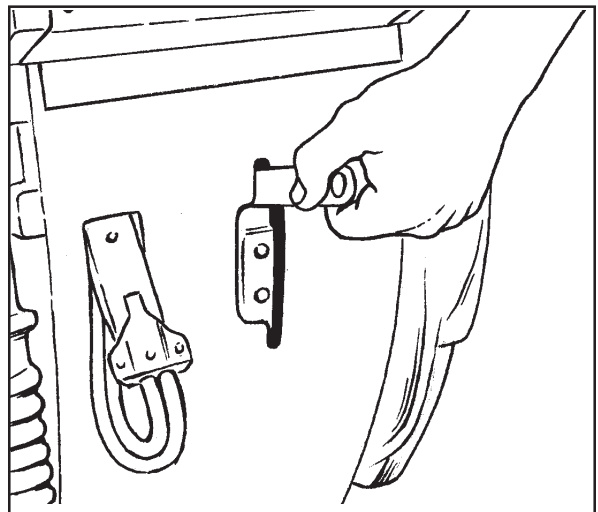

Figura 19
2. Para elevar la bayeta, vuelva a colocar la palanca en la posición elevada (véase figura 19).